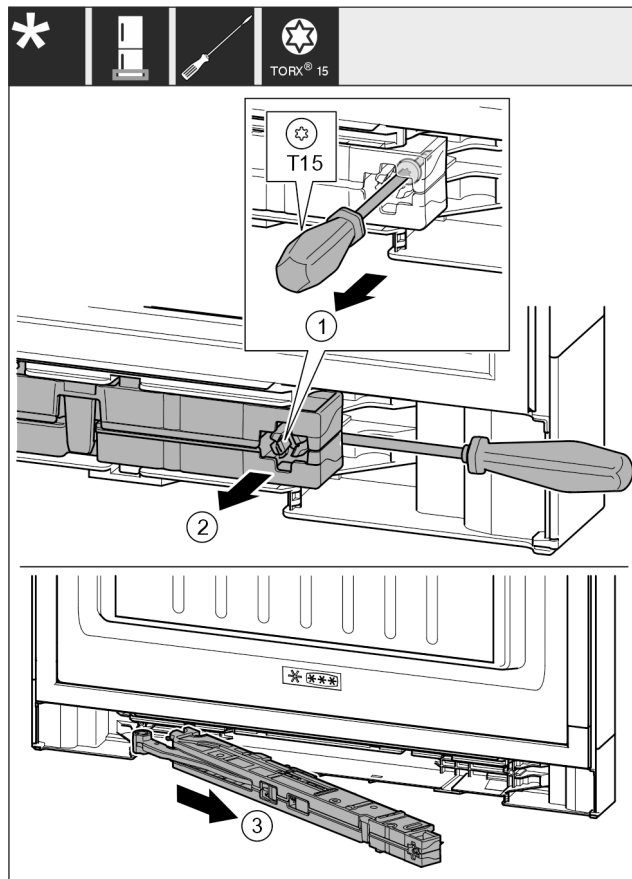

Fig. 21
- ▶ Allentare la vite Fig. 21 (1) sull'unità ammortizzatore di chiusura di 14 mm.
- ▶ Estrarre l'unità ammortizzatore di chiusura Fig. 21 (2) dal lato della maniglia facendo leva in avanti con un cacciavite.
- ▶ Estrarre l'unità ammortizzatore di chiusura Fig. 21 (3).